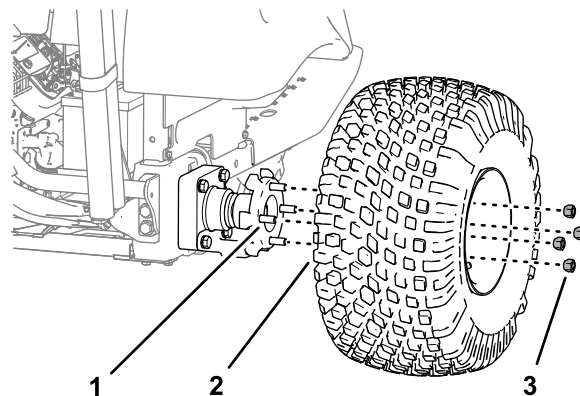

图 30
2. 卸下将车轮固定至轮毂的4个车轮螺母然后卸下车轮和轮胎图 30。
7. 用在步骤 2 中卸下的 4 个车轮螺母将轮胎和车轮组装到轮毂的螺栓图 30 用手拧紧螺母。